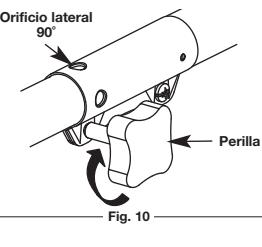

Fig. 10
- Gire la perilla en sentido horario para ajustarla (Fig. 10). Para recortar bordes mientras usa el accesorio de corte de cabeza de línea con modelos EZ-Link™, trabe el botón de desconexión en el orificio lateral de 90° (Fig. 10).